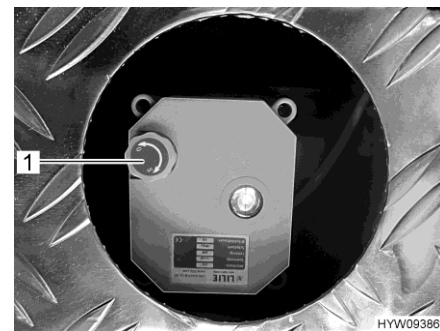

Bild 213 Handrad (Ablassventil)
- Zum Öffnen des Ablassventils Handrad (Bild 213,1) nach oben ziehen und entgegen dem Uhrzeigersinn bis zum Anschlag drehen. Die Drehrichtung (O für Öffnen, S für Schließen) ist auf dem Handrad gekennzeichnet.
- Zum Schließen des Ablassventils Handrad (Bild 213,1) nach oben ziehen und im Uhrzeigersinn bis zum Anschlag drehen.